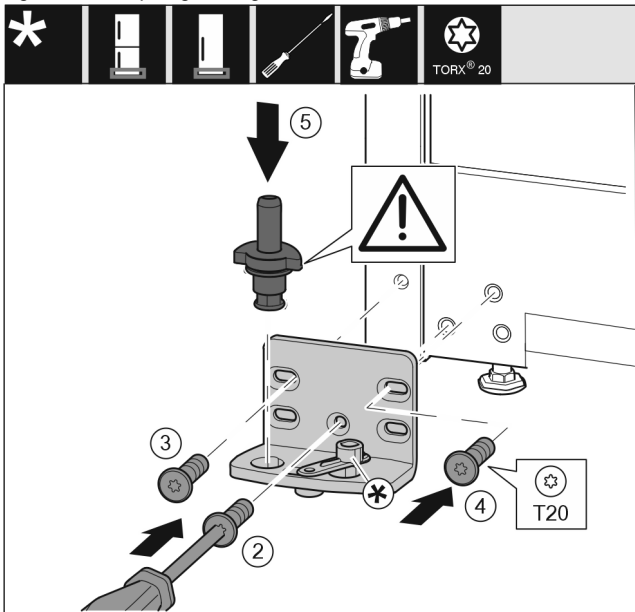

Fig. 14
- ▶ Sæt hængselkonsollen på i den anden side, og sæt den fast med en skruetrækker T20. Begynd med skruen 2 forinden i midten. Fig. 14 (2)
- ▶ Stram skruerne 3 og 4. Fig. 14 (3,4)
- ▶ Sæt hængselboltens helt i. Sørg i den forbindelse for, at låsekammen vender bagud. Fig. 14 (5)